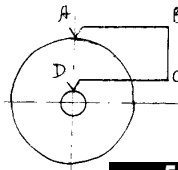

рис.5
7. Мідний диск, що обертається, з'єднаний з нерухомим провідником ABCD (рис.5). Диск і провідник знаходяться в однорідному магнітному полі, перпендикулярно проекції рисунка. Чи змінюється при обертанні диска магнітний потік через контур ABCDA? Чи йде струм по провіднику ABCD?